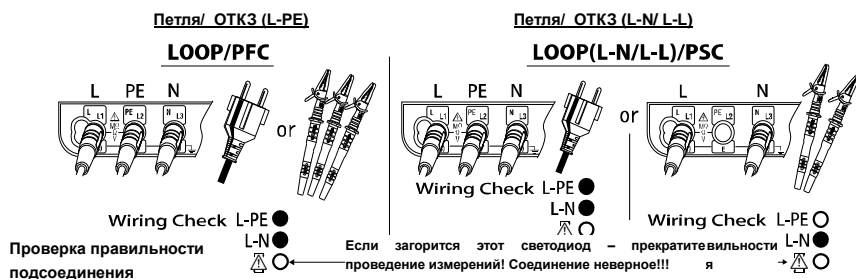

Рис.29
(2)Вставьте измерительные щупы в прибор. (Рис.29)
После подсоединения, убедитесь, что светодиоды проверки правильности подсоединения горят так, как показано на Рис. 29. и только после этого нажмите кнопку проведения измерений.
Если светодиоды правильности подсоединения горят не так, как показано на Рис. 29 или на ЖКИ горит символ , НЕ ПРОВОДИТЕ ИЗМЕРЕНИЙ, ПОСКОЛЬКУ ПОДСОЕДИНЕНИЕ НЕ ВЕРНОЕ. Следует провести проверку и устранить причины.